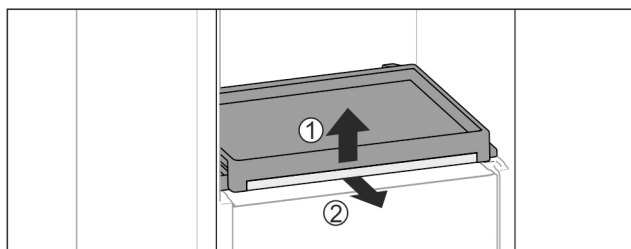

Fig. 113
- ▶ Vyměňte vysouvací přihrádku se skleněnou deskou: Skleněnou desku vpředu lehce nadzvedněte Fig. 113 (1) a vytáhněte dopředu Fig. 113 (2).